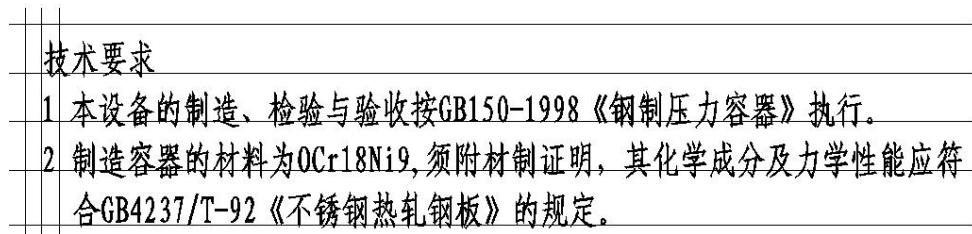

图 5-24 完成的单行文字
9、完成粘贴的单行文字效果如图 5-24 所示。删除原单行文字，删除构造线，最终效果如图 5-25 所示。